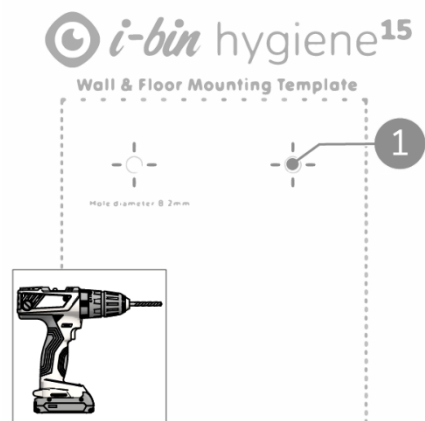

Figura 13
Segnare i quattro fori (pos. 1, Figura 13) sulla dima con un martello e un chiodo sulla parete. Praticare i fori con una punta da $\varnothing 6$ mm (1/4"). Profondità 40 mm (1 3/8").